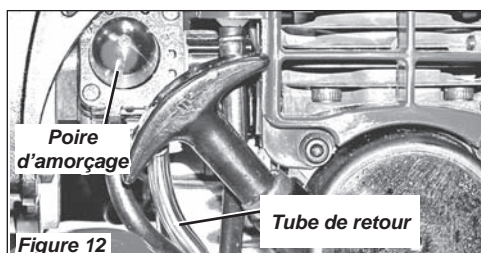

Figure 12
2. Presser à plusieurs reprises la pompe d'amorçage du carburateur jusqu'à voir le carburant circuler dans le tube de retour transparent. Voir figure 12.